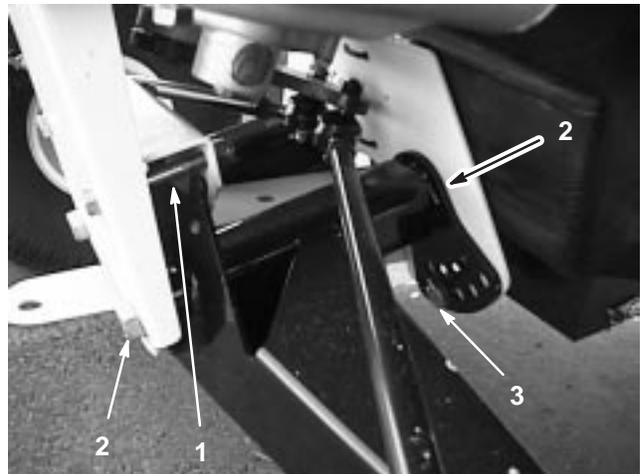

Bild 34
2. Entfernen Sie die Anschlagschraube (Bild 34).
3. Lockern Sie die Zentrierschrauben im vorderen A-Arm (Bild 34).
4. Entfernen Sie die Fahrhöhe-Einstellschraube (Bild 34).
5. Drehen Sie den vorderen A-Arm in die gewünschte Stellung (siehe die nachstehenden Hinweise) und schrauben die Fahrhöhe-Einstellschraube wieder ein (Bild 34).
7. Setzen Sie die Anschlagsschraube (Bild 34) wieder ein.